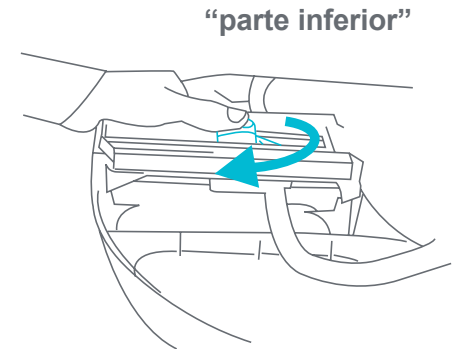

Fig. 11a
- 11 • Para doblar el andador, gire la palanca verticalmente y tire de ella hacia usted para soltarla (Fig. 11a).